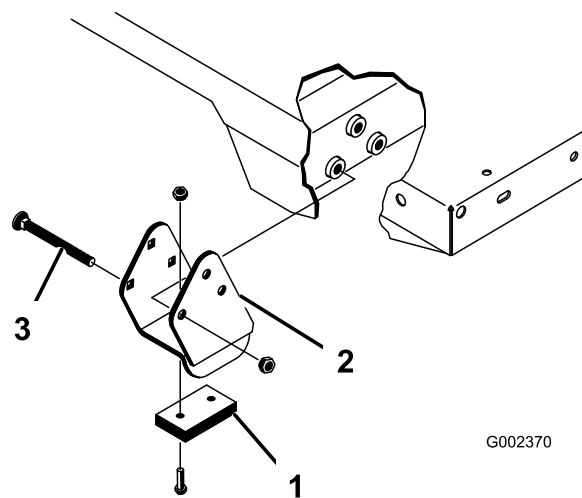

Figure 42
Remarque: Les supports entretoises et les cales d'usure (Figure 42) doivent être montés avec les têtes des boulons à l'intérieur de la machine.
2. Placez le plateau sur le cadre de la machine avec précaution et en alignant les trous des plaques de pivot arrière sur ceux du profilé arrière du cadre. Installez ensuite 2 axes et goupilles à anneau (Figure 42).
4. Insérez l'axe par l'extérieur du plateau, la goupille à anneau étant à l'extérieur (Figure 42).